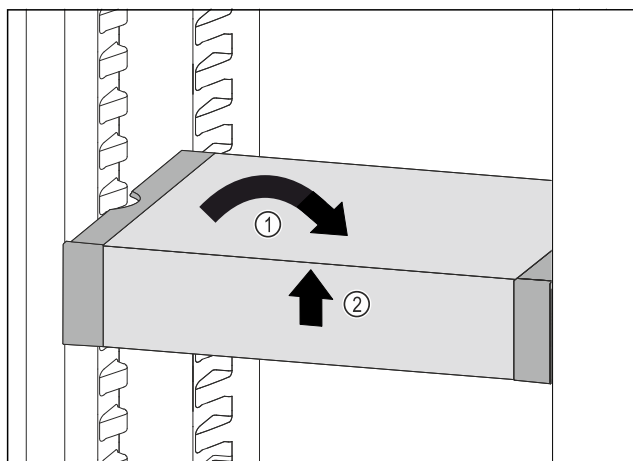

Fig. 99
- Predal VarioSafe postavite ravno. Fig. 99 (1)
- Predal VarioSafe dvignite spredaj. Fig. 99 (2)